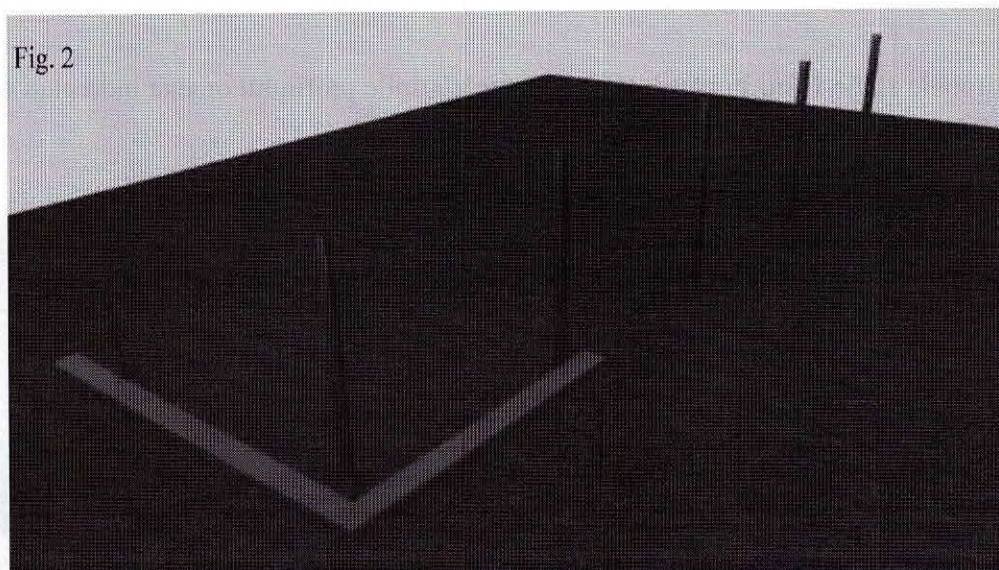

Fig. 2
- Pentru locarea stâlpilor mai joase, folosiți GPS pentru a determina poziția exactă a primului stâlp al mesei solare. Poziția primului stâlp al rândului din față al suportului solar trebuie controlat cu ajutorul unui unghi drept. (Fig. 2) Aceeași procedură trebuie urmată și pentru celelalte picioare din față.